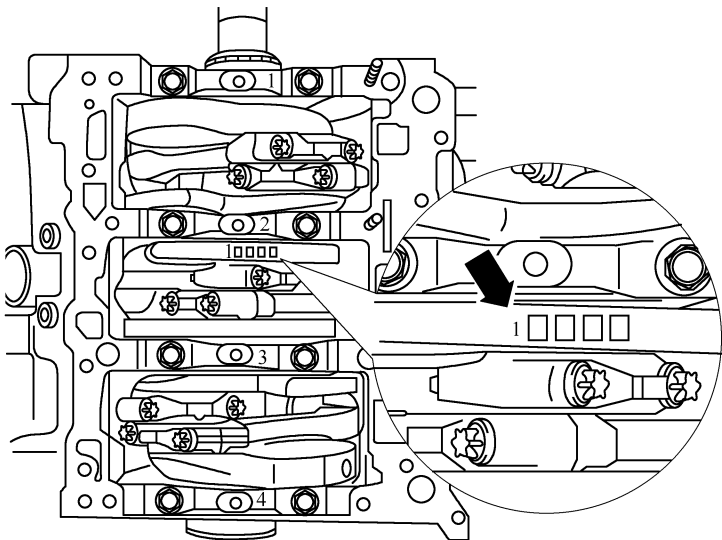

图 1-5-9 曲轴侧面的标识
(1) 出厂时轴承盖已配置了正确厚度的轴瓦。轴瓦侧面上的颜色点可用于识别轴瓦厚度。
(2) 在曲轴侧面通过字母顺序标出了曲轴轴瓦的配置。如图 1-5-9 所示，前面的箭头 1 表示轴承 1 的颜色代码。轴承盖曲轴轴瓦的配置如表 1-5-1 所示。